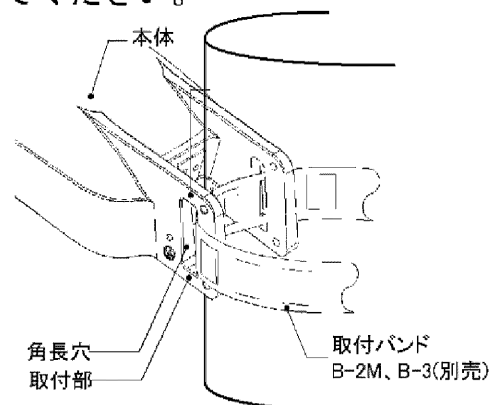

図1 コンクリート柱・鋼管の場合
■ 図1 コンクリート柱に取り付ける場合
■ 図1 鋼管柱に取り付ける場合